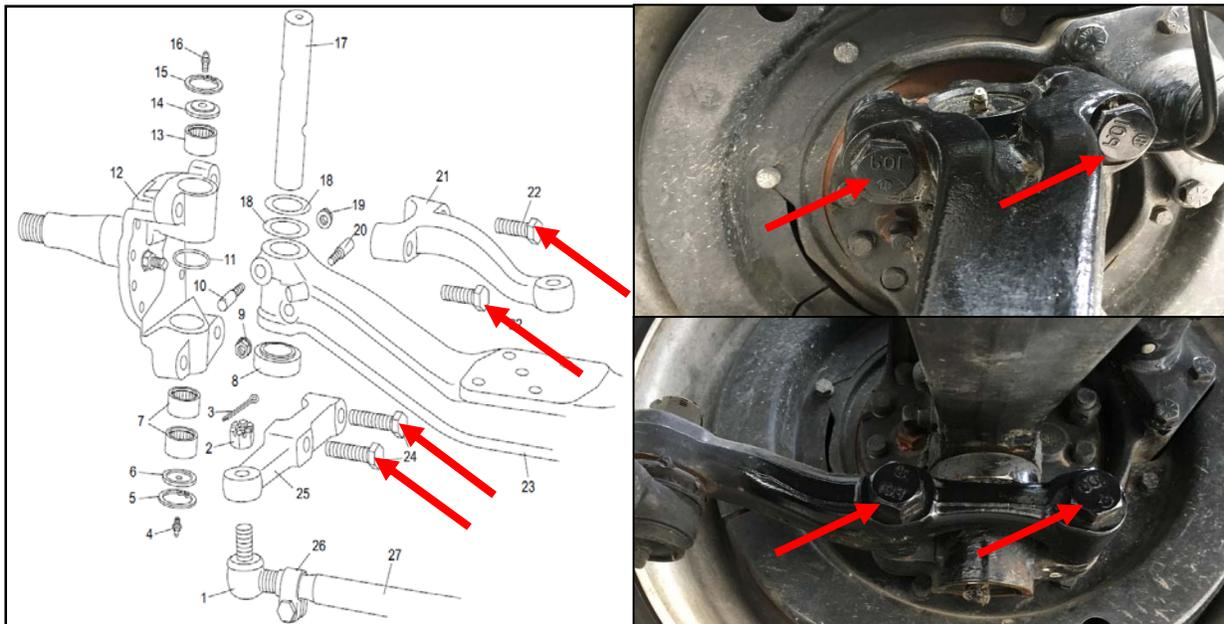

Figure 1 - Emplacements des boulons de montage de l'axe de direction et des biellettes.
3. Au moyen d'une clé dynamométrique appropriée, vérifiez le couple des deux boulons de montage de l'axe de direction ainsi que celui du boulon de montage avant de la biellette du côté conducteur et le boulon de montage arrière de la biellette du côté passager. Voir la figure 1.